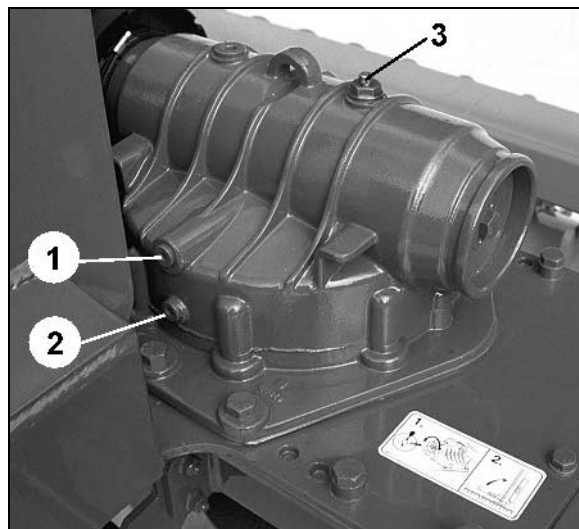

Fig. 48
3. Ablassschraube (Fig. 48/2) entfernen und Getriebeöl ablassen.
5. Entlüftungsschraube (Fig. 48/3) entfernen.
<p>VORSICHT</p> <p>Die Entlüftung muss stets gewährleistet sein, da das Getriebe sonst undicht werden kann!</p> <p>Entlüftungsschraube (Fig. 48/3) hinterher auf festen Sitz prüfen!</p>
1. Ölkontrollschraube (Fig. 48/1) entfernen.